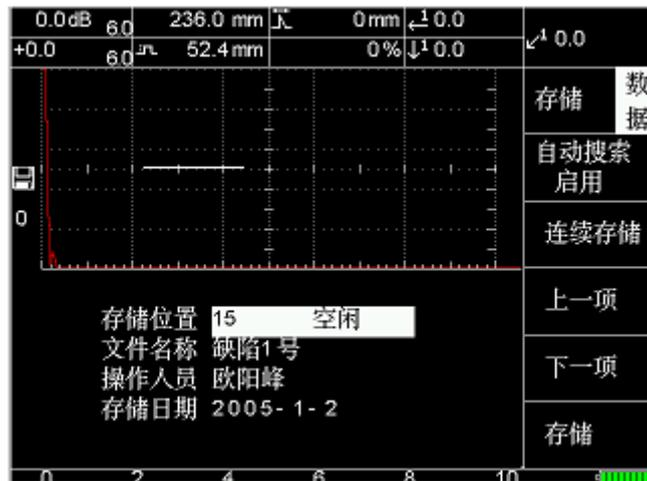

图 7-8
此报告包含探伤工艺及仪器、探头参数，可供调用及回放打印，需要用到以下选项(图 7-8)：
- (1) 按  快捷键或按【数据】-【A】键进入图 7-8。
- (2) 按【A】选择[自动搜索]功能，选择关闭或启用。
- (3) 在存储位置栏按【调节键】输入存储号(范围 0-999)。
- (4) 按【D】键在文件名称栏输入文件名称如缺陷 1 号。
- (5) 按【D】键在操作人员栏输入用户名称如欧阳峰。
- (6) 仪器自动记录存储日期。
(7) 按【E】键存储完成。
(8) 如果需中途退出，按  键即可。如果用户需快速存储，只需启用自动搜